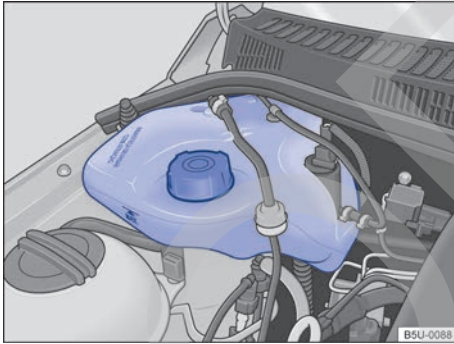

Fig. 159 En el compartimento del motor: depósito de gasolina para el sistema de arranque en frío.
El depósito de gasolina del sistema de arranque en frío se encuentra en el compartimento del motor, del lado derecho → fig. 159.
- Nunca sobrepasar la marca “MÁX” indicada en el depósito → fig. 159.